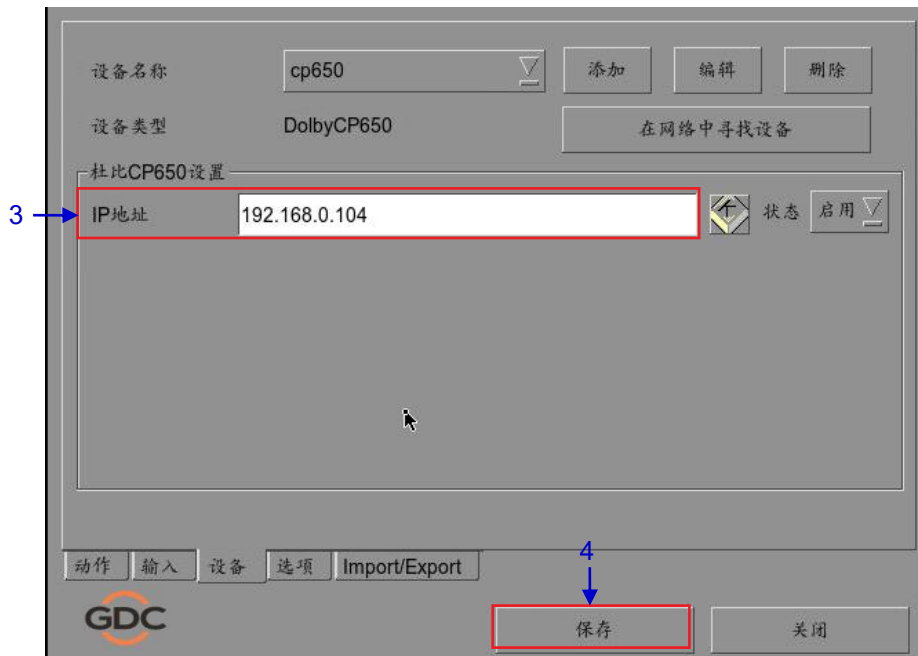

图 52 杜比 CP650 设备自动化设置
3. 输入杜比 CP650 设备的 IP 地址（见图 52）。